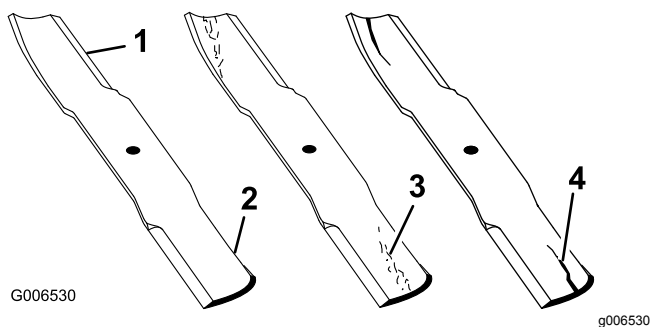

Figure 109
1. Examinez le tranchant des lames (Figure 109).
4. Remplacez immédiatement toute lame fendue, usée ou qui présente une entaille (Figure 109).